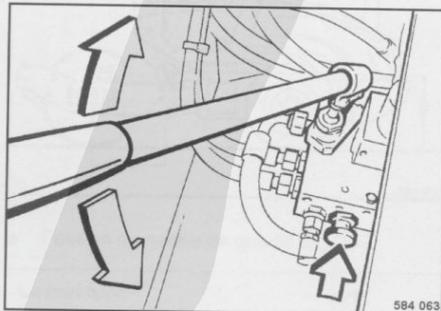

fig. 112
- Enfoncer le bouton de commande de secours (fig. 112) jusqu'en butée.